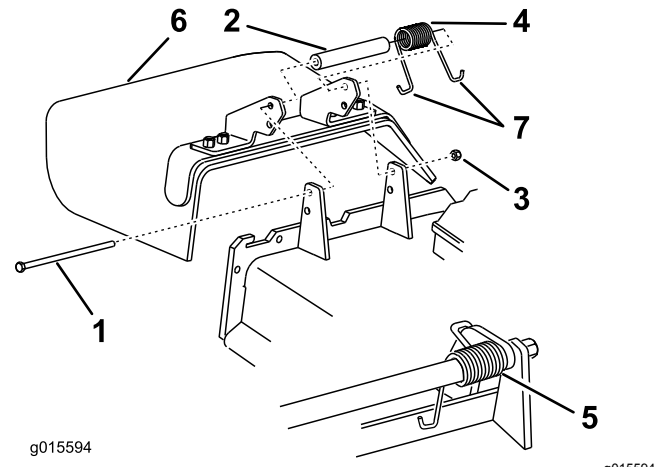

Figura 99
Nota: Asegúrese de colocar un extremo con gancho en J del muelle detrás del reborde de la carcasa antes de instalar el perno, según se muestra en Figura 99.
6. Coloque 1 extremo en J del muelle alrededor del deflector de hierba (Figura 99).
1. Retire la contratuerca, el perno, el muelle y el espaciador que sujetan el deflector a los soportes de pivote (Figura 99).
2. Retire el deflector de hierba dañado o desgastado (Figura 99).